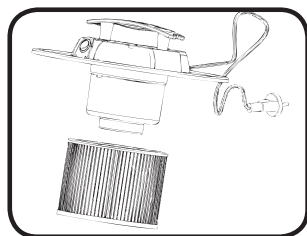

Abb.2: Faltenfilter einsetzen
1. Nehmen Sie den Behälterdeckel ab und vergewissern Sie sich, dass der Faltenfilter korrekt und fest eingesetzt ist (siehe Abb. 2).